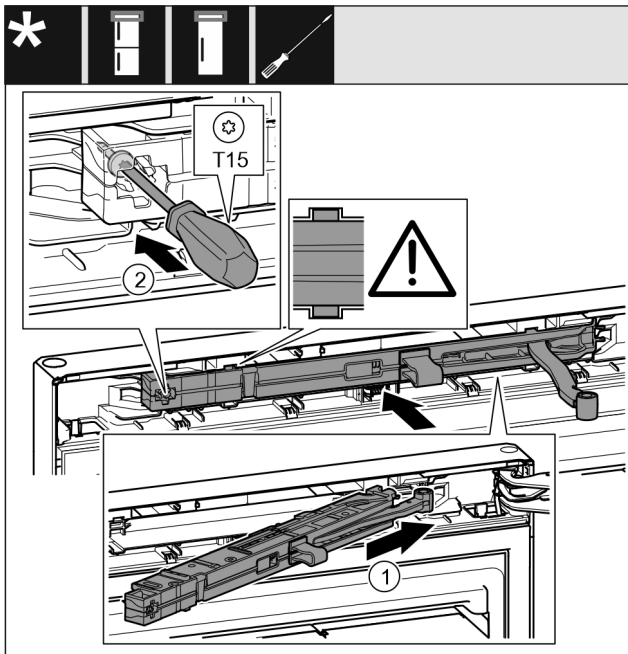

Fig. 65
- ▶ Shtyni pjerrtas deri në fund brenda në fole njësinë e amortizatorit të mbylljes Fig. 65 (1), në anën e bazamentit mbështetës.
- ▶ Mbërtheni fort vidën Fig. 65 (2) me një kaçavidë.